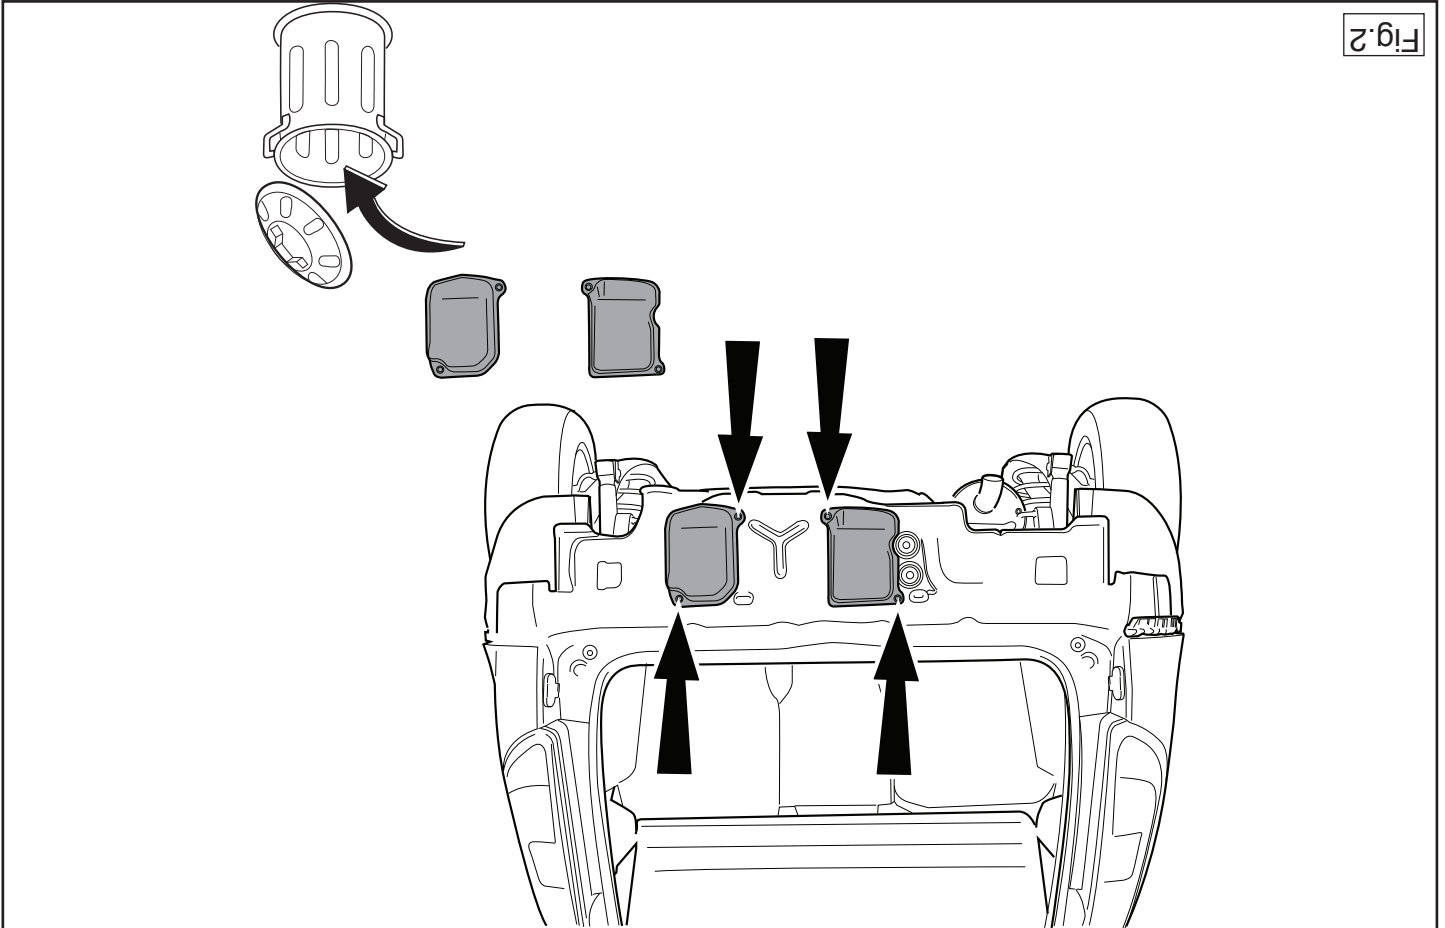

Fig.2
2. Remove the parts indicated in figure 2.
2. Die in Abbildung 2 angegebenen Teile abmontieren.
2. Démonter les pièces indiquées sur la figure 2.